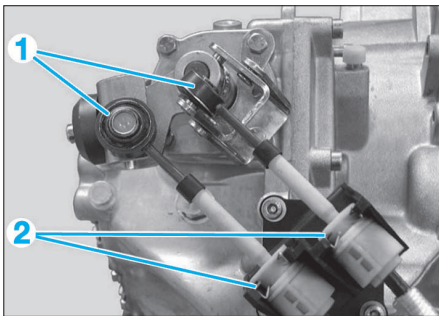

FIG. 9
- la biellette anticouple (2)
- Extraire les rotules (1) (Fig.9) à l'aide de l'outil spécial 234 010.